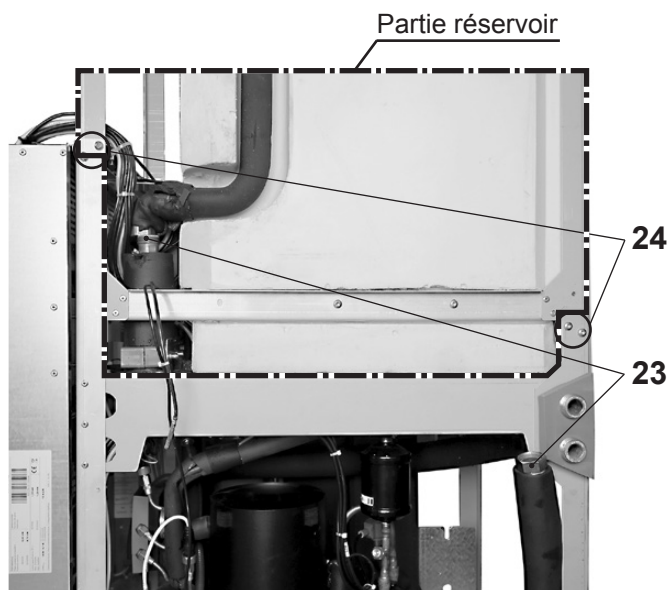

Fig. 08
8. Retirer les vis de raccordement du châssis (Fig. 08)
- Retirez les vis de raccord du châssis (24) à gauche et à droite.
- Débranchez la conduite de départ et de retour (23) de la partie réservoir.